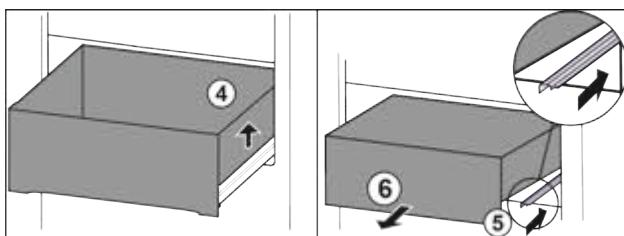

Fig. 63
- Підняти висувний ящик праворуч. Fig. 63 (4)
- Вставити праву рейку. Fig. 63 (5)
- Вийняти висувний ящик рухом вперед. Fig. 63 (6)